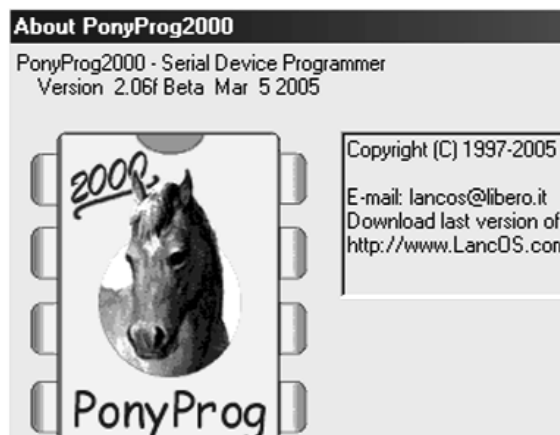

рис.4
Компиляция программы производится средствами пакета WinAVR: MFile и Programmers Notepad (PN). Зашивать МК можно как и прежде, используя программу PonyProg. Кстати, на сайте ее автора Claudio Lanconelli появилась новая версия 2.06f, релиз от 5 марта 2005 г. (http://www.lancos.com/e2p/v2_06/ponyprogV206f.zip, 606 Кб, **рис.4**). Интерфейс программы остался прежним, добавлены новые типы МК, исправлены неточности.